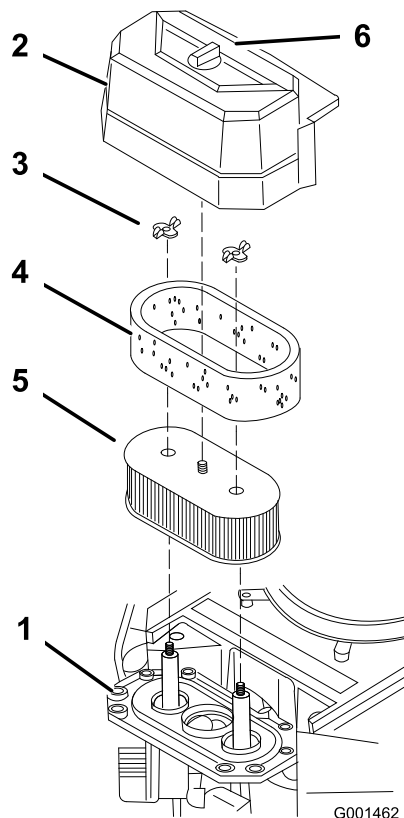

Figure 24
3. Nettoyez la surface autour du filtre à air pour éviter que des impuretés n'endommagent le moteur en tombant à l'intérieur (Figure 24).
4. Dévissez le bouton du couvercle et déposez le couvercle du filtre à air (Figure 24).
5. Dévissez les 2 écrous à oreilles et déposez l'ensemble filtre à air (Figure 24).
6. Sortez délicatement l'élément en mousse de l'élément en papier (Figure 24).
1. Ne nettoyez pas l'élément en papier. Remplacez-le toutes les 200 heures de fonctionnement (Figure 24).
1. Glissez délicatement l'élément en mousse sur l'élément en papier (Figure 24).
2. Posez l'ensemble filtre à air sur sa base et fixez-le en place avec les 2 écrous à oreilles (Figure 24).
3. Mettez le couvercle du filtre en place et serrez le bouton (Figure 24).